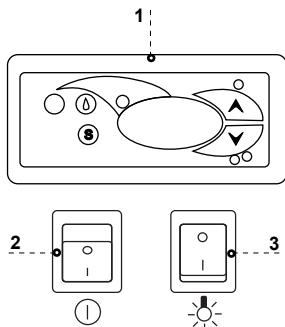

Abb.7 Steuerungspaneel
- Hauptschalter-Taste drücken Abb.7/2 (S.29), der Thermostat und das Anlageaggregat werden eingeschaltet
- Auf der Temperaturregelung Abb.7/1 (S.29) die Temperatur einstellen (Details der Bedienung siehe S.35 oder 36)
- Den Beleuchtungsschalter (im Inneren der Schrank und der Paneel) einschalten Abb.7/3 (S.29)